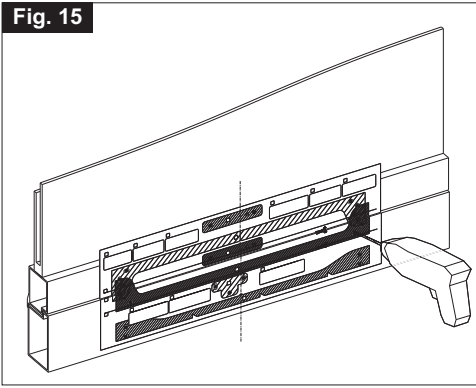

Fig. 16
- 5) **Abb. 16/17-** Mit einer dazu geeigneten Bohrmaschine zwei Löcher am Flügel ausführen und die Schnellkupplung mit den zweckmäßigen Schrauben befestigen;